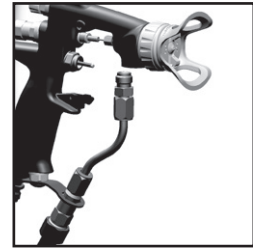

Fig. 14
11. Rimontare il tubo del fluido e il grilletto. (Vedere fig. 14 e 13)